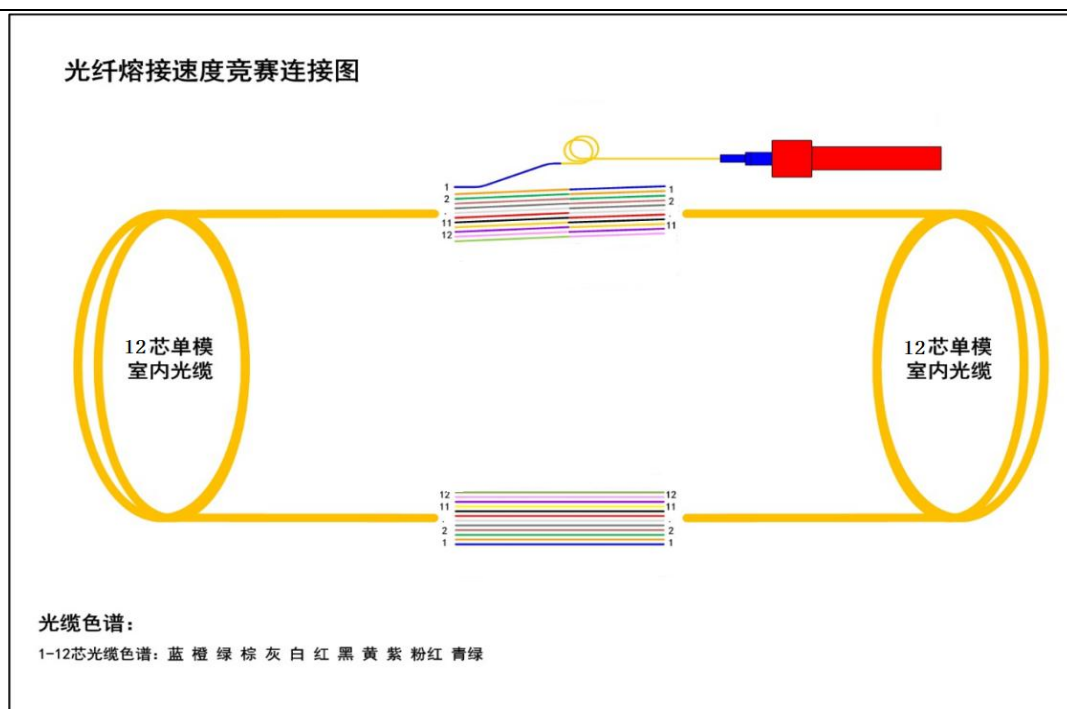

图 3 光纤熔接速度竞赛连接图
- (2) 光缆开缆，剥去光缆两端外皮 800 毫米。
(3) 在光缆的一端熔接 1 条 SC 尾纤，并且连接红光光源，如图 3 所示。
(1) 熔接光纤时，及时清洁熔接机，保证熔接合格。
(2) 每个熔接点必须安装 1 个热收缩保护管，调整加热时间正确，套管收缩合格并且居中。
(3) 必须去除光纤外皮和树脂层，每芯光纤至少清洁 3 次。
(4) 光纤剥线钳每次使用后必须及时清洁，去除剥线钳刀口上面粘留的树脂或杂物。
(5) 选手只能使用竞赛规定的设备和器材，不允许自己创建任何特殊夹具。
(6) 竞速结束后，请保持图 3 中红光笔的连接状态，打开红光光源。